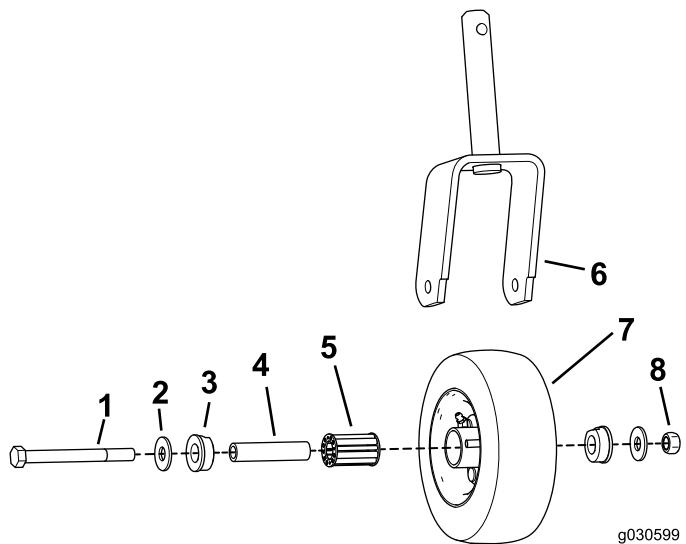

図 35
5. キャスタホイールにローラベアリングを入れ、ベアリングリテーナとスパンナブッシュを取り付ける図 35。